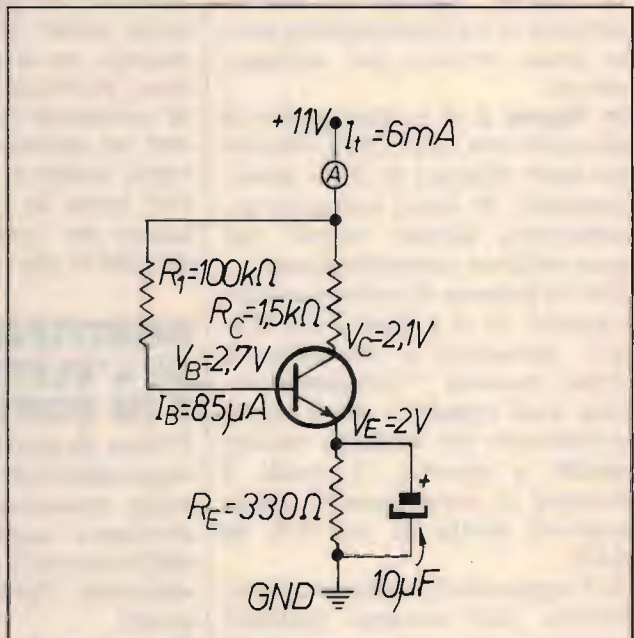

figura 4
a) Resistore R_C interrotto, figura 4.